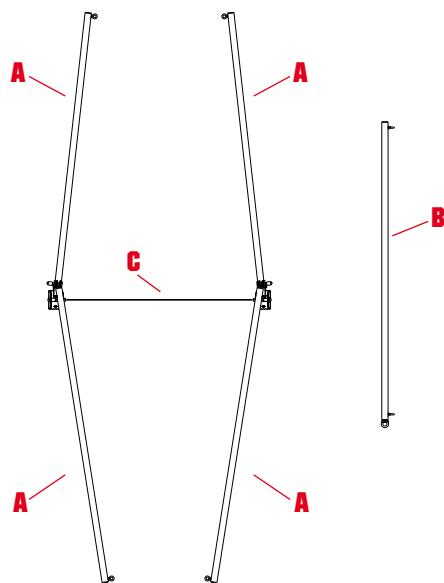

Abb. 2
a) Die beiden Standrohre (A) und das Stütz- und Zugrohr (B) auf den Boden legen - (Abb. 2).